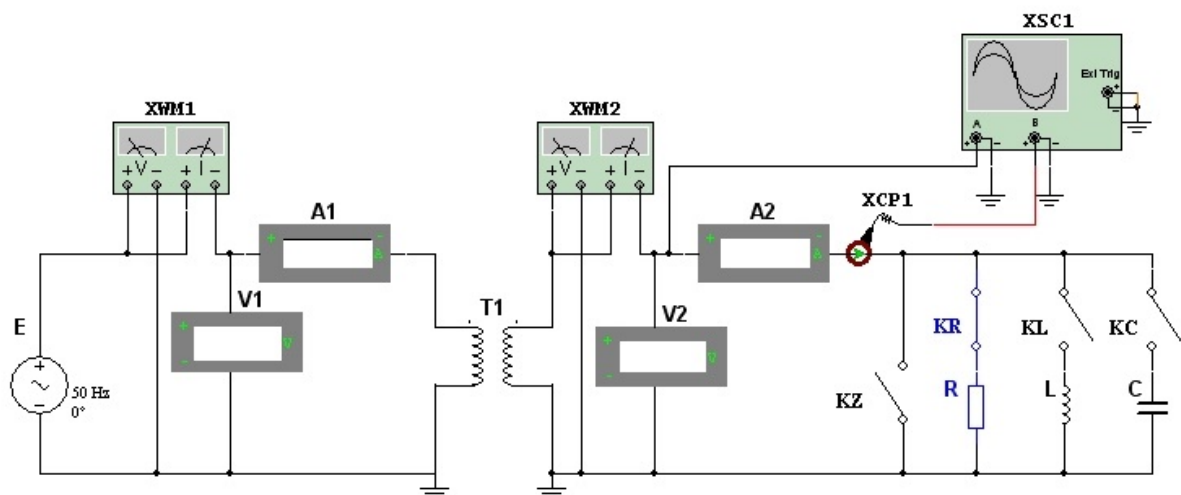

Рис. 5.1. Схема электрической цепи с однофазным трансформатором
1.1. Собрать в MultiSim электрическую цепь (ЭЦ) с однофазным трансформатором (рис. 5.1). Возможно также использовать копию примера, поскольку схема одна для всех вариантов задания, но параметры ЭЦ различны (см. ссылку 52).
- Электрическую схему с указанием характеристик всех элементов и показаниями приборов в номинальном режиме (рис. 5.1).